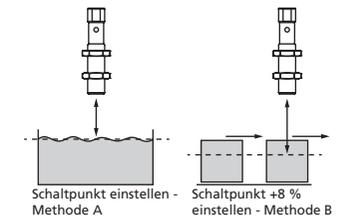

Bild 4: Einstellung des Schaltpunktes bei unterschiedlicher Bewegungsrichtung des Objekts
- In der Teach-in-Prozedur »Schalt-punkt einstellen - Methode A« lernt der Sensor die tatsächliche Entfernung zum Objekt als Schaltpunkt. Bei einer Bewegung des Objekts auf den Sensor zu, z.B. bei einer Füllstandsmessung, ist so die eingelernte Entfernung das Niveau, bei dem der Sensor schalten soll, vgl. Bild 4.
- Für die Abtastung von Objekten, die seitlich in das Schallfeld eintreten, sollte die Teach-in-Prozedur »Schalt-punkt +8 % einstellen - Methode B« gewählt werden. Es wird ein um 8 % größerer Schaltpunkt als die tatsächliche Entfernung zum Objekt eingestellt. Dies stellt auch bei geringfügigen Höhenschwankungen der Objekte einen stabilen Schalt-punkt sicher, vgl. Bild 4.